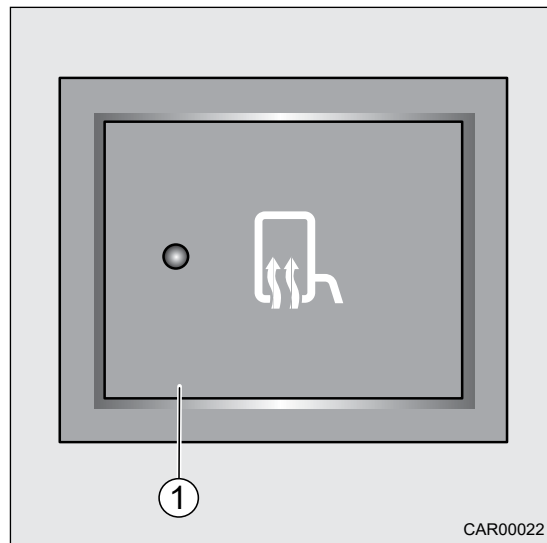

Fig. 27 Chauffage de pare-brise Fiat
Le commutateur (Fig. 27, pos. 1) du chauffage de pare-brise se trouve dans le tableau de bord à gauche.
1. Appuyer sur le commutateur (Fig. 27, pos. 1). Le témoin de contrôle dans le commutateur s'allume.